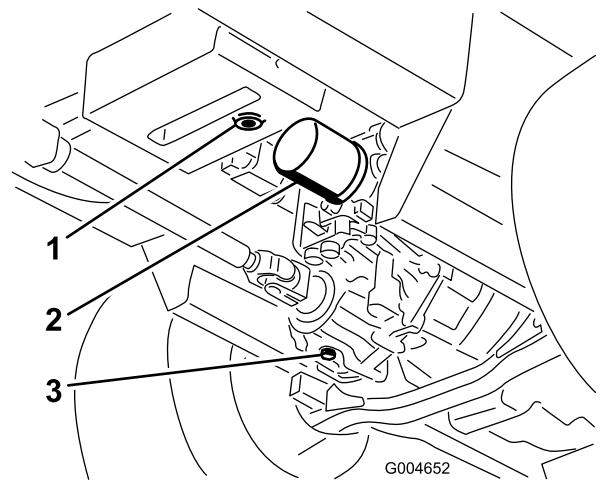

Figura 96
3. Coloque un recipiente grande debajo del depósito de aceite hidráulico y el alojamiento de la transmisión y retire los tapones; deje que se vacíe todo el aceite hidráulico (Figura 96).
4. Limpie la zona alrededor del filtro de aceite hidráulico y retire el filtro (Figura 96).